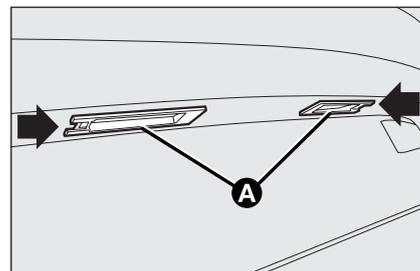

fig. 34
- agire nel punto indicato dalle frecce e rimuovere i gruppi trasparenti **A-fig. 34**;